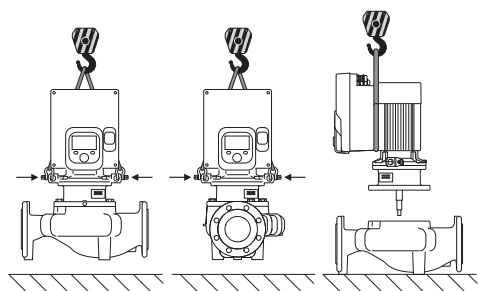

Fig. 6: Dirección de elevación con eje vertical del motor
El transporte de la bomba deberá efectuarse con medios de suspensión de cargas autorizados (p. ej. polipasto, grúa, etc.). Los medios de suspensión de cargas se deben fijar a las argollas de transporte situadas en la brida del motor (Fig. 6, representada aquí: dirección de elevación con eje vertical del motor).
2. Fije el juego de introducción (Fig. 4) a las argollas de transporte con equipos de elevación adecuados a modo de protección. Para que la unidad no vuelque, tienda una correa según la Fig. 6 alrededor del motor y del adaptador del módulo electrónico. Al hacerlo, evite que el módulo electrónico sufra daños.